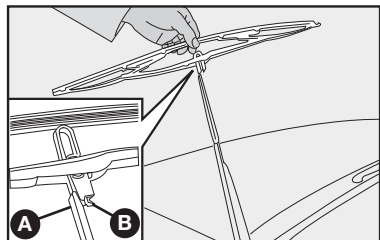

fig. 14
## Substituição das palhetas do limpador do para-brisa - fig. 14
2) Tirar a palheta apertando a trava B-fig. 14 na haste A e simultaneamente empurrando-a para baixo; a seguir, desengatar a palheta da haste A;